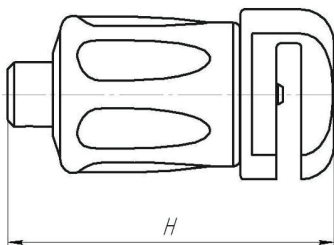
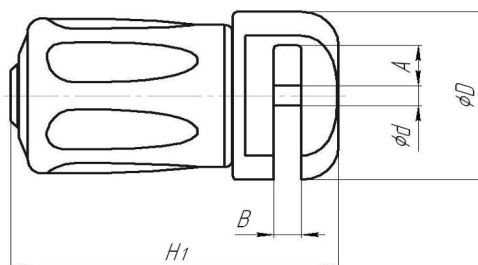

Рис. 3
Рис. 4
1.2. «Гарант Мото», представляет собой замок, предназначенный для установки на группу мотоциклов или скутеров, оснащенных дисковыми тормозами и удовлетворяющих основным размерам замка (см. Рис. 3 и Рис. 4):
- Диаметр замка (D) - 50 мм;
- Длина замка в положении «Открыто» (H) – 100 мм;
- Максимальная толщина тормозного диска (B) – 7 мм;
- Максимальное расстояние от края диска до отверстия в диске под ригель замка (A) – 12 мм.
2.1.1. «Гарант Мото» должен быть в положении «Открыто». В этом положении ригель «Гарант Мото» отведен, а механизм секрета выдвинут. См. Рис. 3.
2.1.2. На наружный диаметр тормозного диска, используя паз в корпусе замка, устанавливается «Гарант Мото» и закрывается нажатием на вступающий корпус механизма секрета. Ригель «Гарант Мото» должен пройти через одно из имеющихся отверстий в тормозном диске и зафиксироваться со щелчком в положении «Закрыто», механизм секрета при этом останется в крайнем утопленном положении. См. Рис. 4.